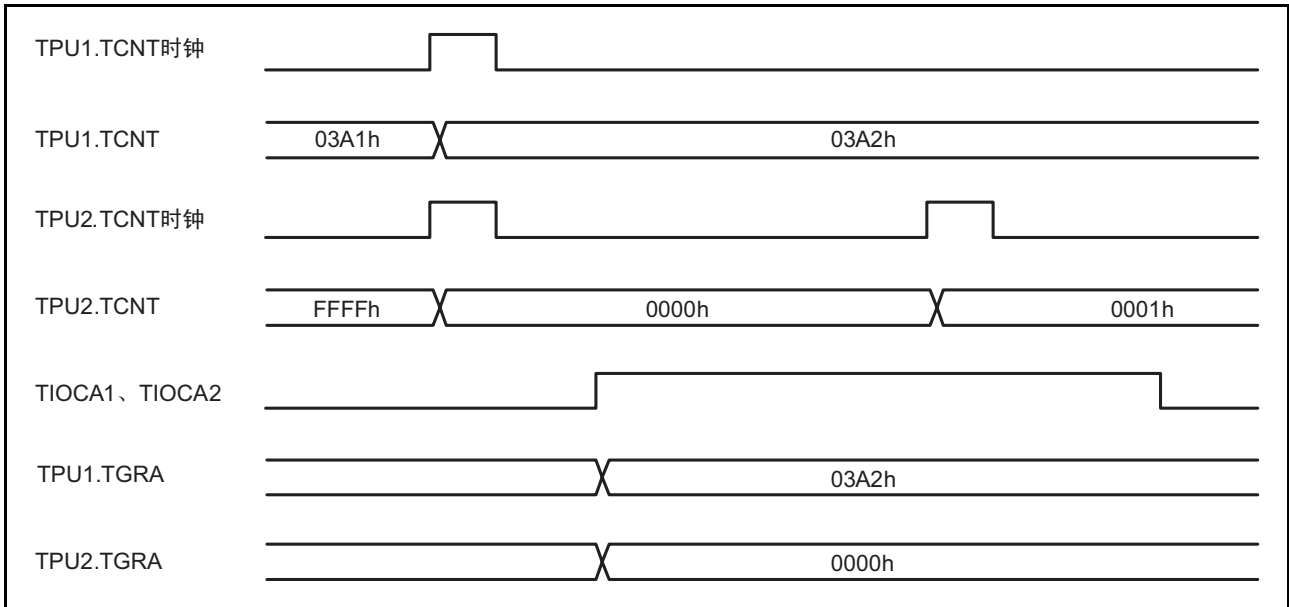

图 15.19 级联运行的例子 (1)
(2) 级联的运行例子
级联的运行例子 (1) 如图 15.19 所示, 在此例中, TPU1.TCNT 计数器通过 TPU2.TCNT 计数器的上溢 / 下溢进行计数, 将 TPU1.TGRA 寄存器和 TPU2.TGRA 寄存器设定为输入捕捉寄存器, 选择 TIOCA1 引脚和 TIOCA2 引脚的上升沿。